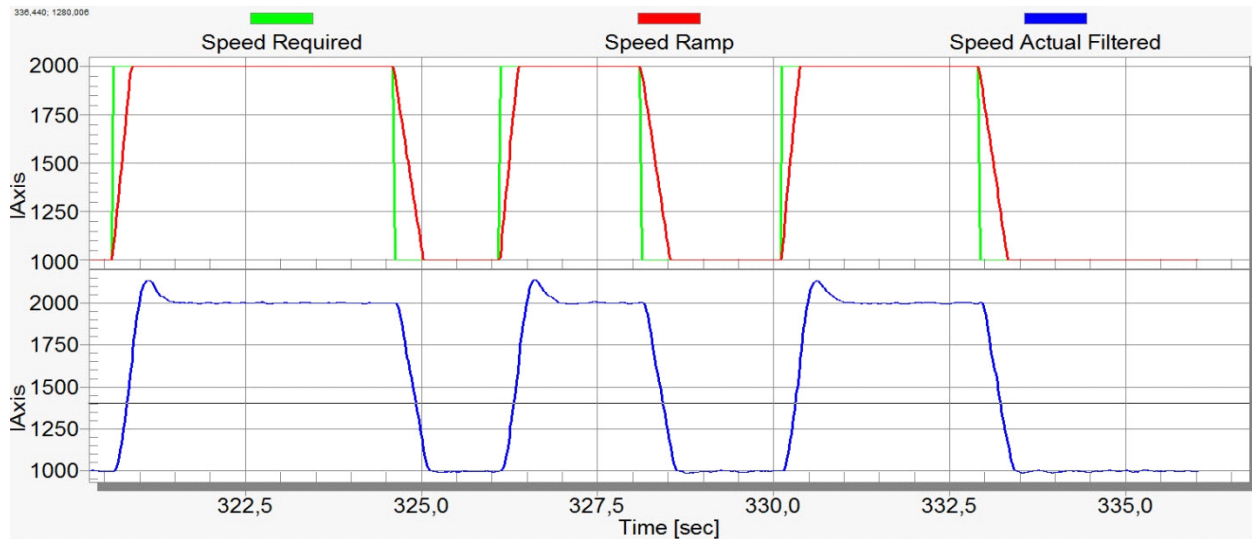

图14. 速度环响应—速度环较小过冲的响应
- 速度环响应具有较小的过冲，*Speed Actual Filtered*稳定时间充足。这样的响应可认为是最佳的，见图14。